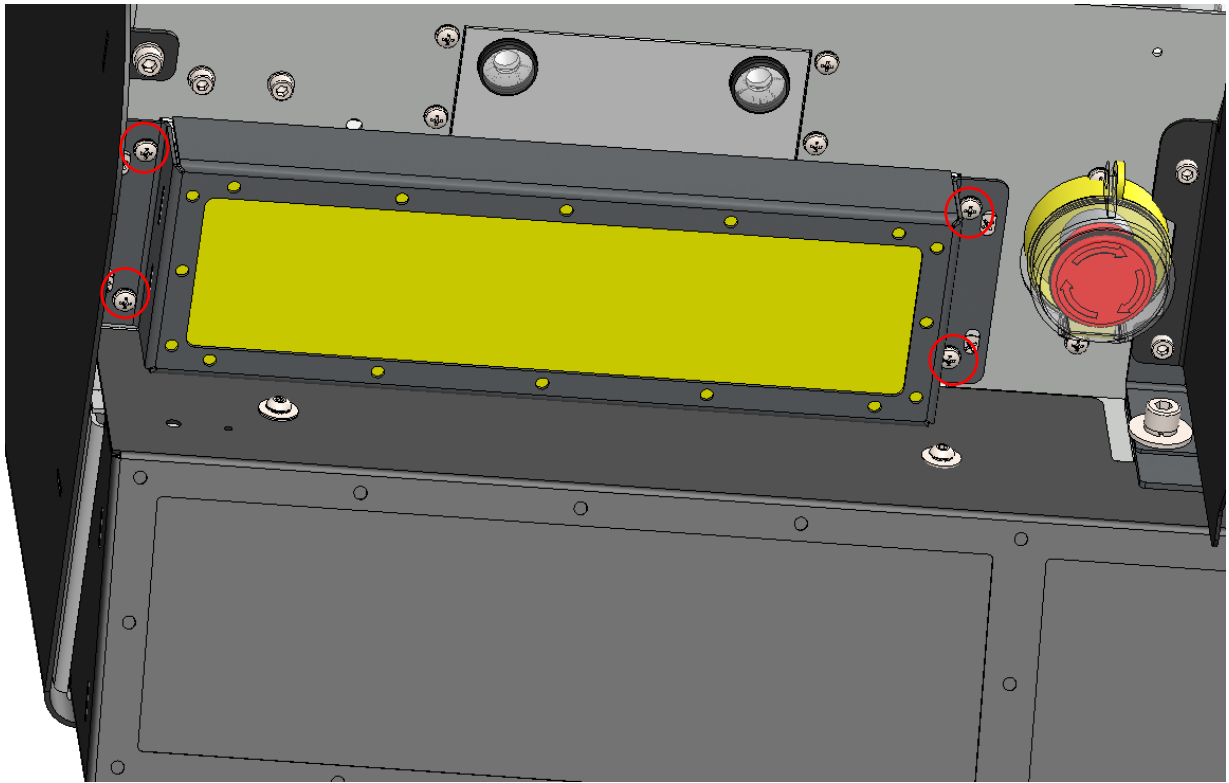

Рисунок 5.11. Розташування гвинтів на корпусі фільтра
- 1) Викрутити 4 гвинти з корпусу фільтра (рис. 5.11) та зняти корпус фільтра.